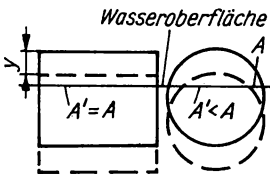

Bild 134
10.12 Bei der Schwingung eines Körpers in Wasser ist die Auftriebskraft die rücktreibende Kraft. Sie hängt von der Elongation y (zusätzliche Eintauchtiefe beim Anstoß) ab. Bild 134 zeigt die Querschnittsflächen der beiden Balken in der Gleichgewichtslage und gestrichelt in der um y tiefer eingedrückten Lage.